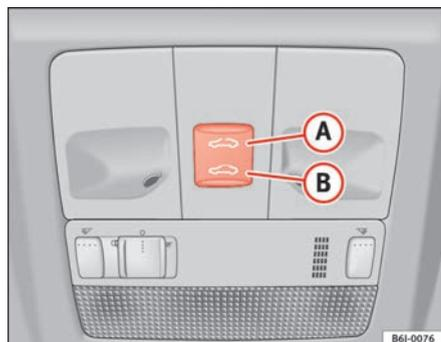

Fig. 48 Tettuccio panoramico / sollevabile
- Premere e tener premuto il pulsante **(B)** ⇒ fig. 48 ⇒ **(!)**: il tettuccio compie il movimento di chiusura fino che si rilascia il pulsante.